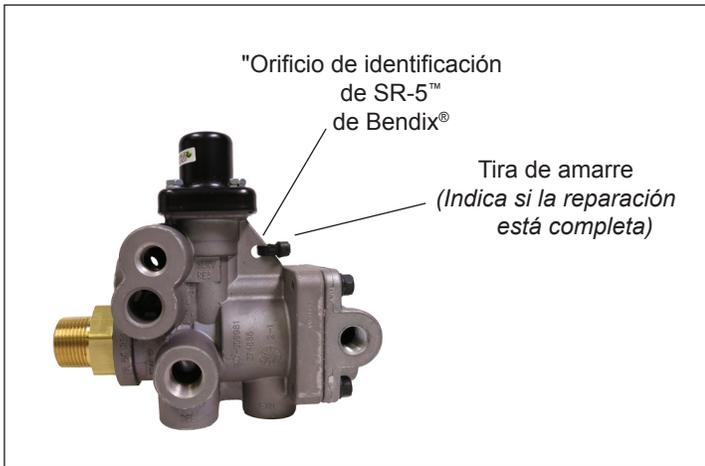

Figura 2: Ubicación de la tira de amarre
6. Para propósitos de identificación, fije la tira de amarre verde (2) por el orificio de identificación ubicado en el cuerpo de la válvula. (Consulte la figura 2.)
7. Este kit incluye una calcomanía de SR-5 (5) que se puede colocar en el remolque después de completar la instalación de la válvula. La instalación de esta calcomanía no es obligatoria; sin embargo puede ser útil para una identificación rápida de los remolques que se hayan reparado conforme a la campaña de revisión. Se proporciona espacio para el nombre del técnico y la fecha de instalación.
Nota: Las válvulas SR-5 de Bendix que tienen una tira de amarre verde o negra por el orificio de instalación en el cuerpo ya fueron reparadas. No se requieren reparaciones adicionales. (Consulte la figura 2.)